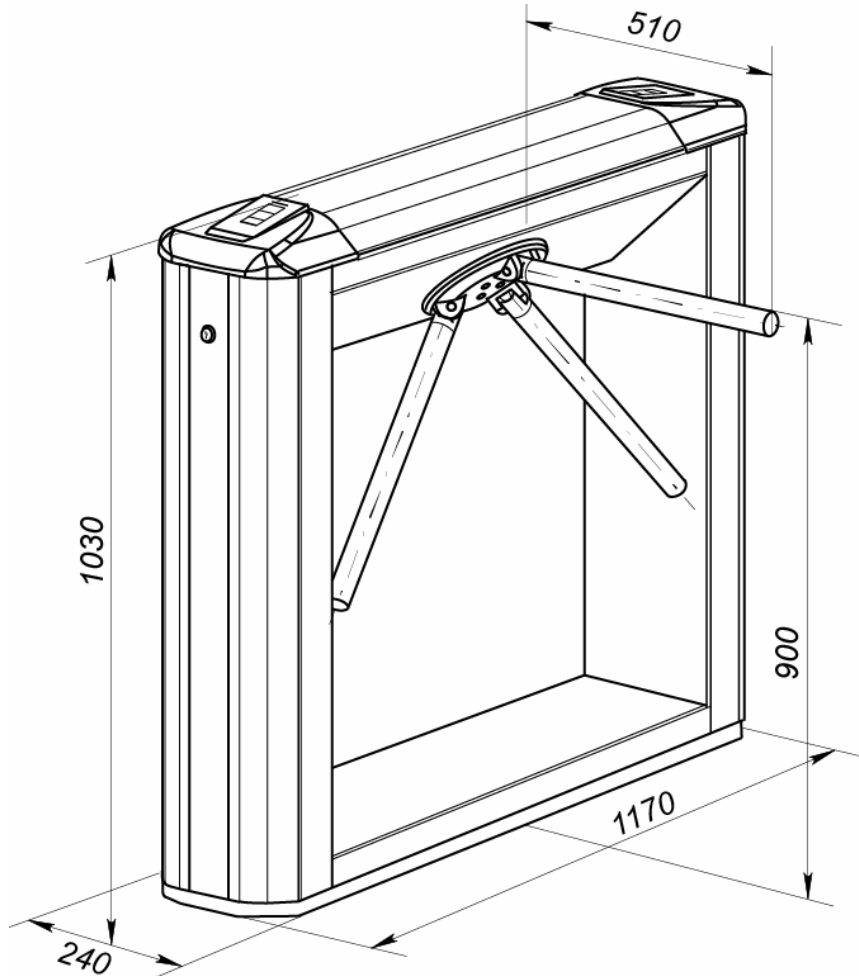

Рисунок 1. Габаритные размеры ЭП
- Габаритные размеры (длина × ширина × высота) (см. рис. 1), мм:
- Габаритные размеры ЭП представлены на рис.1.
Стойка ЭП состоит из каркаса (1), основания (2) и крышки (3). Стойка крепится к полу четырьмя анкерами через отверстия в основании (2). Габаритные размеры ЭП показаны на рис. 1.